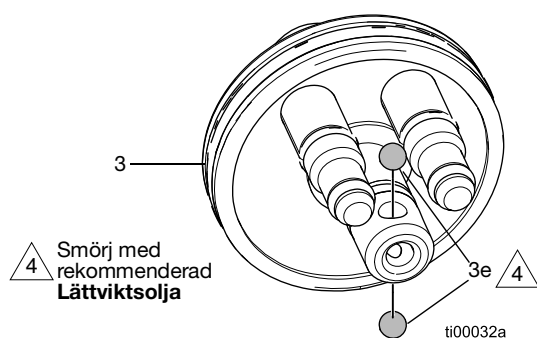

Fig. 35: Placering av kolvens kullager
1. Se till att kullagren (3e) sitter på plats. Se FIG. 35.
3. Tryck in kolvenheten (3) i luftcylindern.
4. Smörj och installera fjäderguiden (9) i kolven (3).
5. Montera vätskefjäders (11).
6. Montera luftfjäders (16).
7. Dra åt kolvkåpan (5) på pistolen.